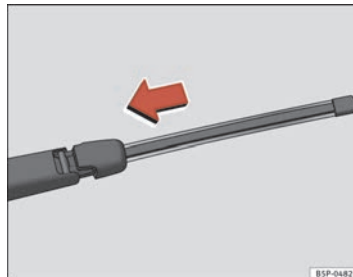

Fig. 151 Colocar a escova do limpa-vidros traseiro ▶
- Posicionar a escova, tal como se indica na ⇒ **fig. 151** e deslizar o adaptador até que encaixe.